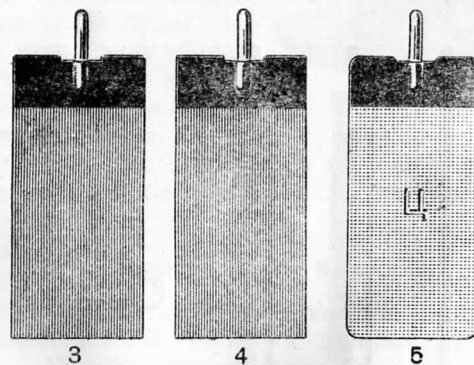
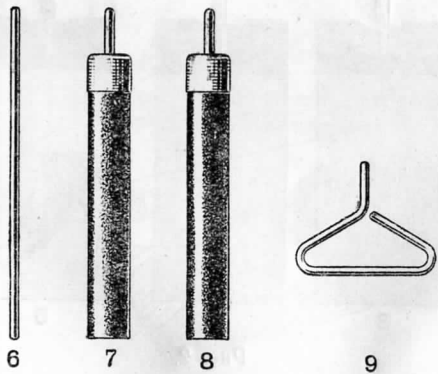

Рис. 2.
Рис. 3.
- 3) две медные пластины (3, 4) (рис. 2);
4) цинковая пластина (5), неамальгированная;
5) алюминиевый стержень (6) (рис. 3);
7) петля (9) для подвешивания предметов при гальваностегии (рис. 3).